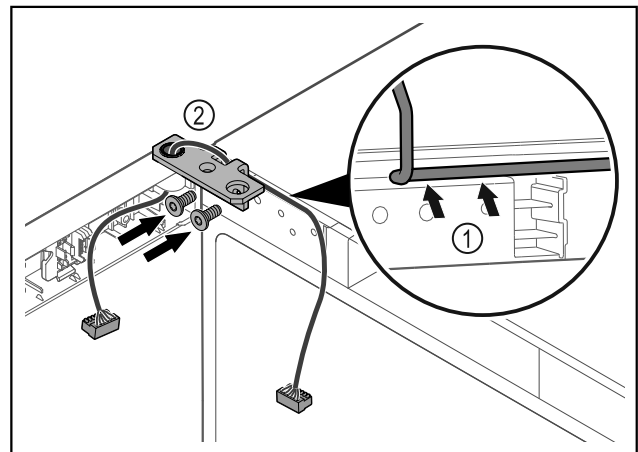

Fig. 62
- ▶ Кабель провести через виїмку шарнірного кутика і обережно прокласти Fig. 62 (1).
- ▶ Накрутити шарнірний кутик Fig. 62 (2).